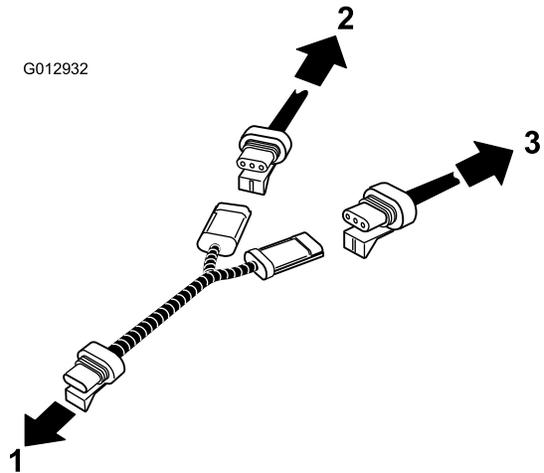

Figura 14
17. Montate il cablaggio di connessione a Y del tachimetro tra il sensore della velocità, il cablaggio preassemblato esistente e quello del sistema di irrorazione. Collegare il sensore della velocità al cablaggio preassemblato esistente e al cablaggio preassemblato del sistema di irrorazione (Figura 14).